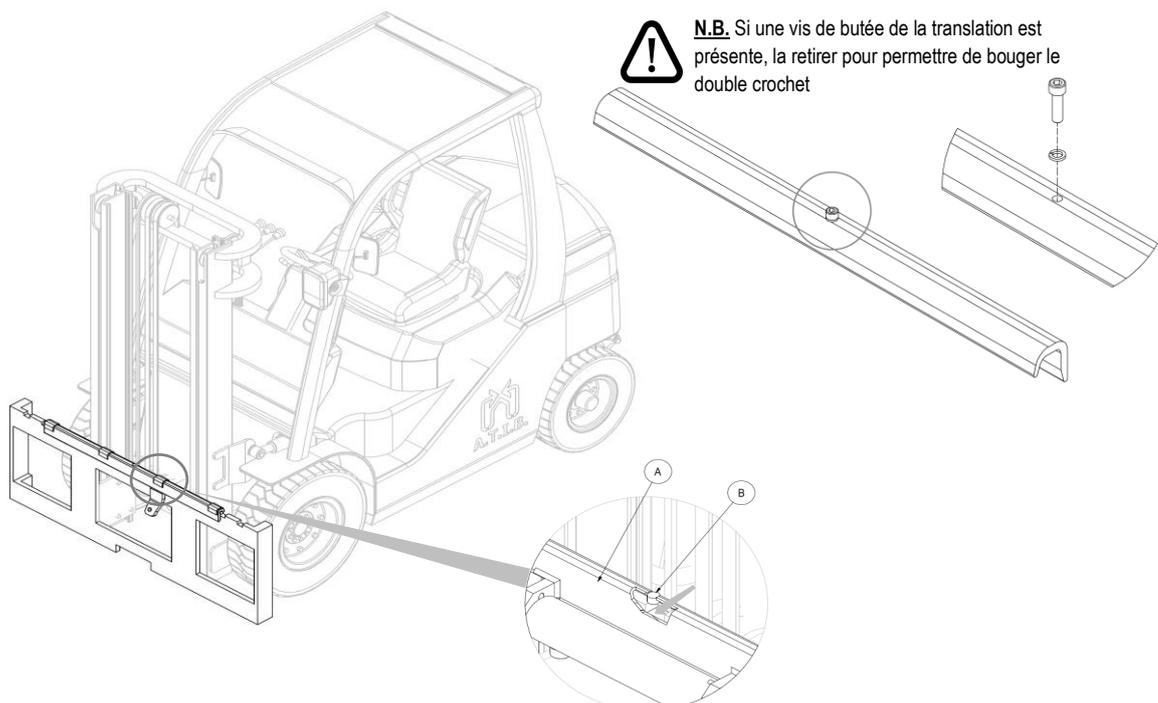

Figure 12
5. Saisir manuellement le double crochet **A** (avec les bagues de glissement) et le positionner sur le profil supérieur du tablier porte-fourches, en veillant à emboîter le goujon de centrage **B** dans l'encoche centrale de celui-ci (voir *Figure 12*).